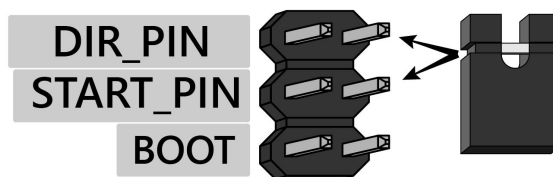

Рис.5. Контакты для установки переключателей
Настройка режима работы производится при помощи переключателей «START_PIN» и «DIR_PIN», установленных на электронной плате блока под корпусом (рис.5).
- Установите переключатели в нужное положение (рис.5);